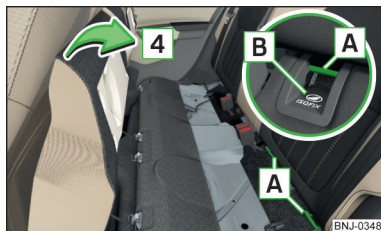

Abb. 72 Rücksitzbank zurückklappen
- Zum **Zurückklappen** die Sitzbank in Pfeilrichtung **4** zurückklappen » Abb. 72.